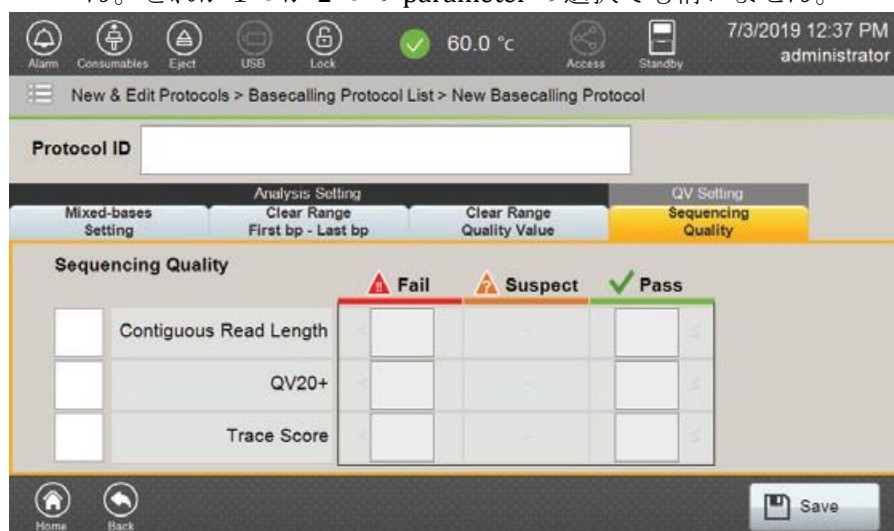

図 126 Sequencing Quality タブ
Sequencing Quality	<p>データの Pass や fail を判断する CRL、QV20+、Trace Score 値を決めます。（図 126）これらの Pass と Fail の設定値の間にあるデータは、Suspect としてフラグが立てられます。（データが許容できるか、再度ランが必要かどうかを判断するために、Result タブで確認することをお勧めします。）CRL、QV20+、Trace Score の定義に関するセクション 5.7 の Result タブをご参照ください。</p> <p>ソフトウェアが許可する CRL の最小値と最大値は、それぞれ 1bp と 800bp です。Fail の項目に入力する値は、Pass の項目の値より常に小さくしなければなりません。</p> <p>QV20+の最小値と最大値は、それぞれ 1bp と 800bp です。Fail の項目に入力する値は、Pass の項目の値より常に小さくしなければなりません。</p> <p>Trace Score の最小値と最大値は、それぞれ 1 と 60 です。Fail の項目に入力する値は、Pass の項目の値より常に小さくしなければなりません。</p>
8. Sequencing Quality タブ (図 126) を選択し、CRL、QV20+、Trace Score 値を pass する最小値と fail する最大値のデフォルト設定を明確にしてください。Sequencing quality を評価するために、CRL、QV20+、Trace Score の左にある適切なボックスにチェックを入れて、使用するパラメーターを選択してください。